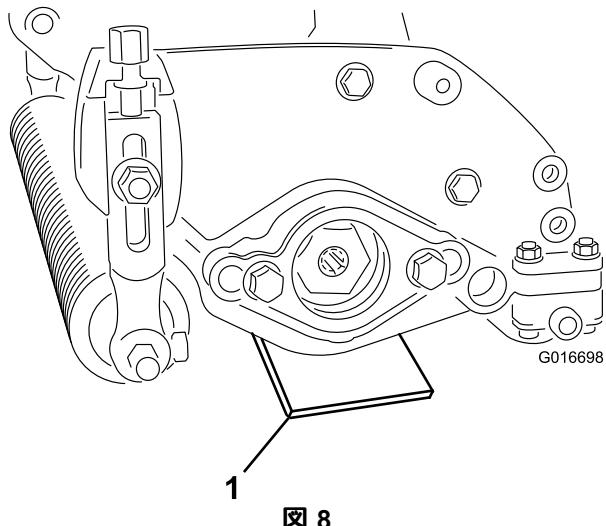

図8
2. 希望する設定高さ地表面からの高さにゲージバーを設定し、このゲージバーをサッキングユニットの左右の端部に当てる図8。